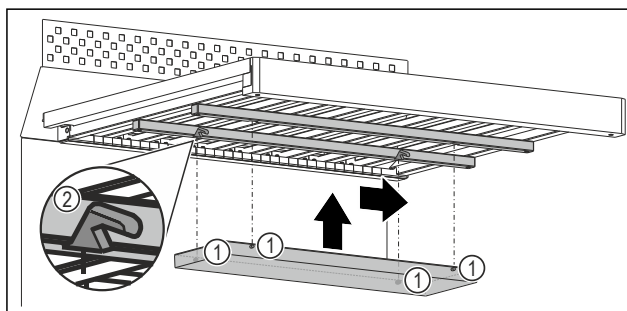

Fig. 104 Ilustrační zobrazení
- Každý kolík *Fig. 104 (1)* zasuňte do odpovídajícího vybrání *Fig. 104 (2)* v lištách pod dřevěným roštem.